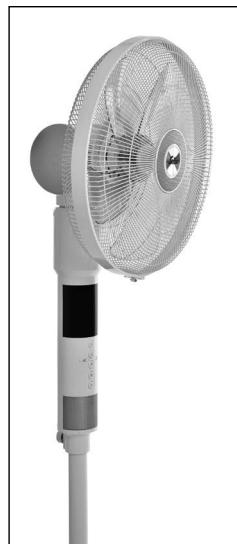

Fig. 13
10. Quando il ventilatore è correttamente assemblata, è possibile avviare l'unità. (*Fig. 13*)